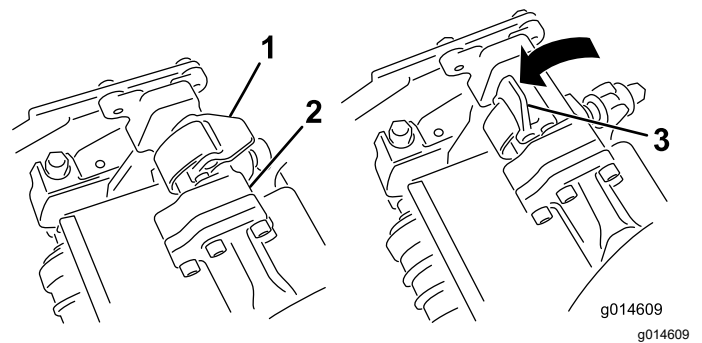
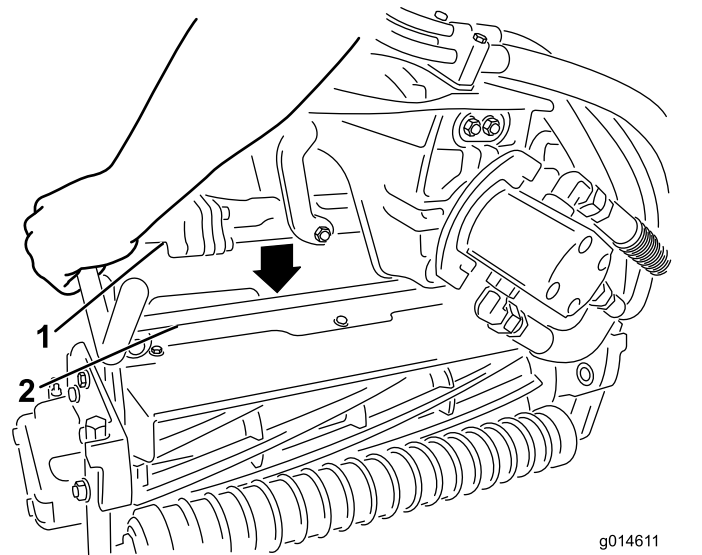

図 52
図 53
3. サスペンションアームのバーについているラッチを上向き開いた状態にして 図 52、サスペンションアームを押し下げて、バーを、カッティングユニットのバーの上に被せるようにする 図 53。
4. ラッチを下げて閉じるとカッティングユニットのバーがロックされてユニットがアームにセットされる 図 52。
4. 取り外したいカッティングユニットのサスペンションアームのバーについているラッチを開く(図 52)。